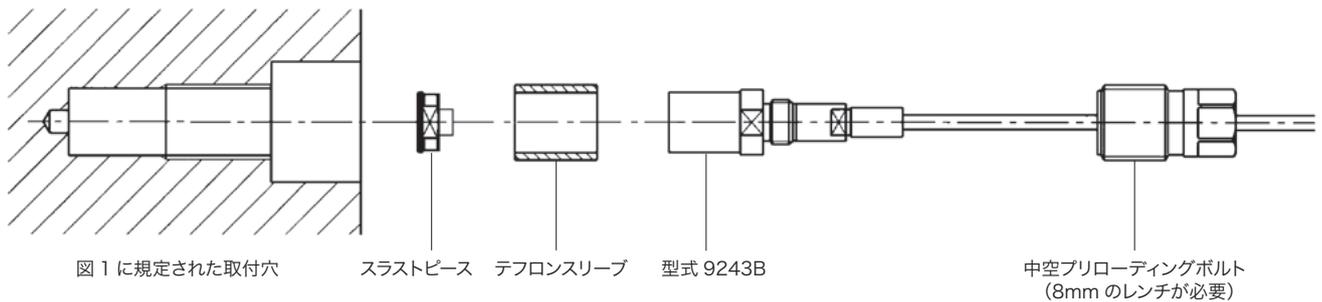

図 5： 接地絶縁取付キット (型式 9487A) を使用した縦方向メジャリングピン (型式 9243B) の接地絶縁取付
- 図 5 のように適切なソケットレンチ (8mm、型式 1385B200 など) と接地絶縁取付キット (型式 9487A) に含まれる特殊コーティングを施した中空プリローディングボルト (型式 9487A) を使用して規規定の電荷量 (40,000pC、≒ 16kN) となるまで慎重にプリロードをかけてセンサを取付けます。